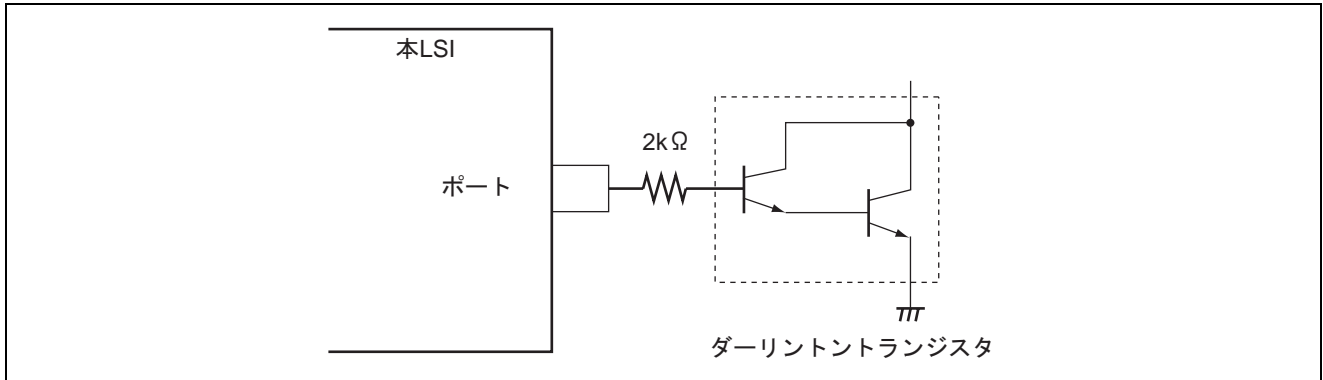
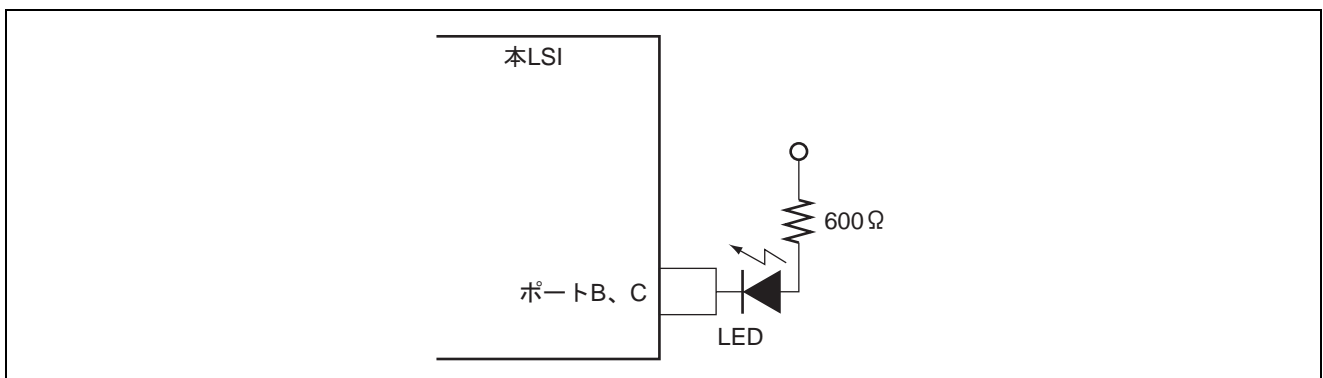

図 31.1 ダーリントトランジスタ駆動回路例
図 31.2 LED 駆動回路例
2. ダーリントントランジスタや、LED を直接駆動する場合には、図 31.1、図 31.2 に示すように出力に必ず電流制限抵抗を挿入してください。